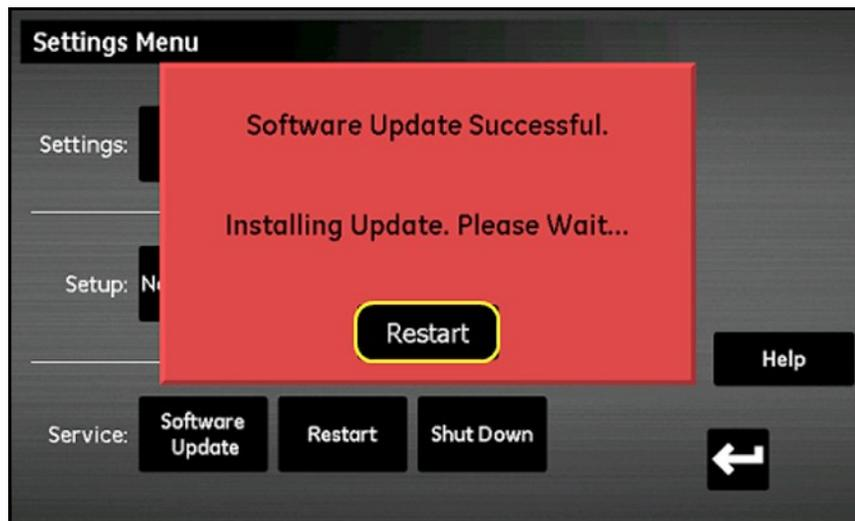

Abbildung 90: Bildschirm „Neustart“
7. Nachdem die Software-Aktualisierung abgeschlossen ist, fordert Sie das Messgerät auf, das System neu zu starten (siehe *Abbildung 90* unten). Tippen Sie auf die Schaltfläche **Neustart**, um das moisture.IQ neu zu starten.